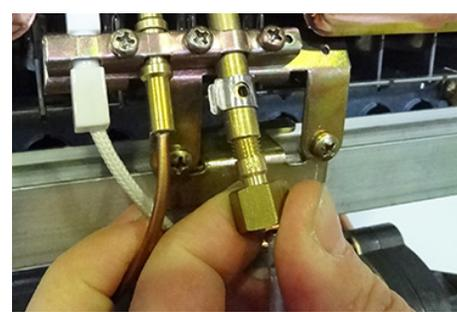

fig. 8
- Inserire l'iniettore e la guarnizione contenuti nel kit (fig. 8)